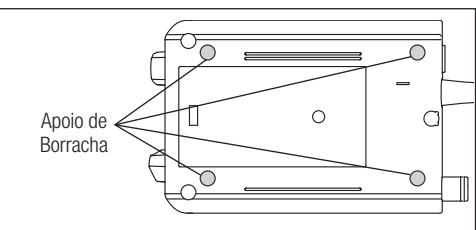

Fig. 5
- 2 Instale o apoio de borracha no local apropriado, como mostrado na Fig. 5.